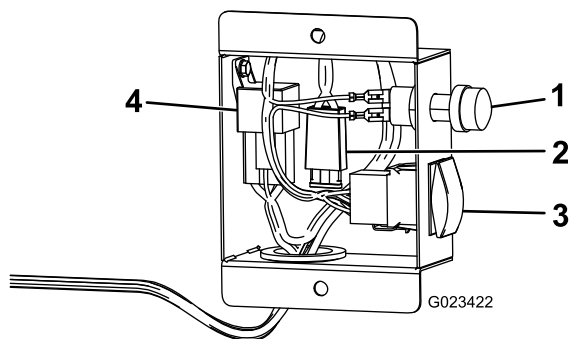

図 4
2. ワイヤハーネスを下にたどって、ハーネスを、散布率調整スイッチ、ホースリールボタン、および電源リレーに接続する 図 4。